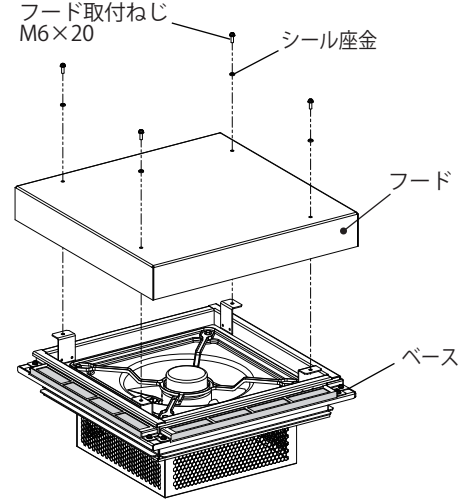

図 3
3. フードをベースに取り付け、フード取付ねじ M6×20・シール座金 (4か所) を取り付けてください。(図 3)